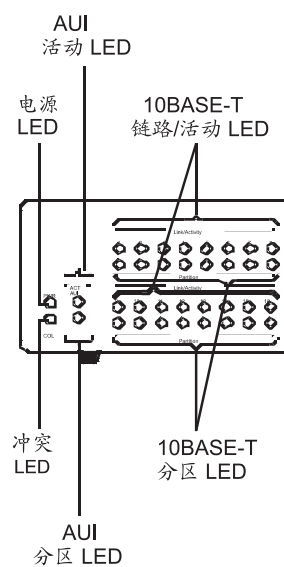

图 3-1. IBM 8242 以太网台式集线器的 LED
- 2 观察前面板上的 LED。第3-2页的图3-1说明 LED。(如果您想在继续此故障查找过程之前复习一下 LED 的解释, 请查阅第1-4 页的『理解 LED』。)